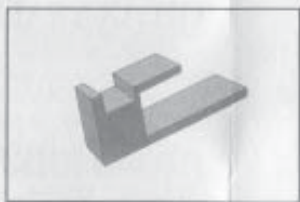

fig.4
- Cavaliers pour la limitation ou le blocage de la plage de température = cod. 000071 (fig.4)
Après avoir effectué le branchement électrique (voir figure 4), fixer le chronothermostat, sans la base, directement sur le boîtier 3 modules encastrable en utilisant les vis type A fournies.
Après avoir fixé la base au mur à l'aide des chevilles et des vis type C fournies, brancher le chronothermostat (voir figure 4) et le fixer à la base avec les vis type B. Terminer le montage en couvrant le logement des vis avec les bouchons prévus à cet effet.